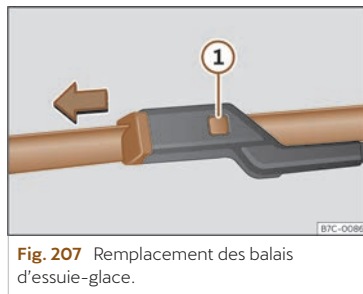

Fig. 207 Remplacement des balais d'essuie-glace.
- Maintenez la touche de déverrouillage >>> **fig. 207** ① enfoncée en tirant légèrement le balai dans le sens de la flèche.